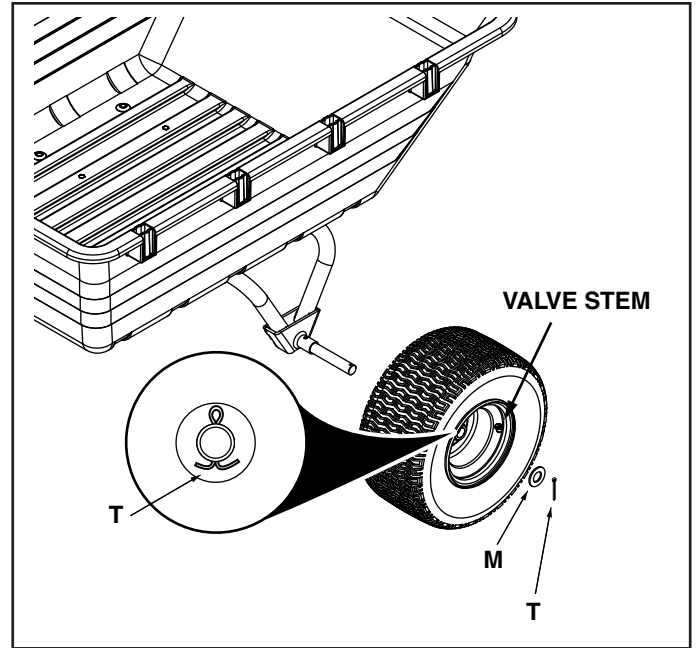

FIGURE 14
STEP 14: (SEE FIGURE 14)
1. With the valve stem facing out, place the wheel onto the axle and secure with a 1" washer (M) and a 3/16" x 2" cotter pin (T). Spread the ends of the cotter pin. Repeat for the other side.
ÉTAPE 14 : (VOIR FIGURE 14)
1. Le côté valve étant tourné vers l'extérieur, engager la roue sur l'essieu et l'attacher avec une rondelle de 1 po (M) et une goupille fendue de 3/16 po x 2 po (T). Écartez les extrémités de la goupille. Répétez de l'autre côté.